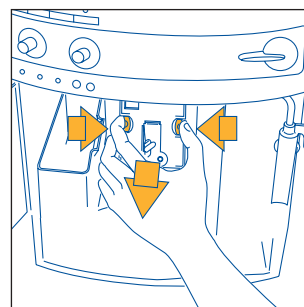

Рис. 29
- нажмите две кнопки красного цвета по бокам заварочной головки, рис. 29, и извлеките ее, потянув во внешнюю сторону;